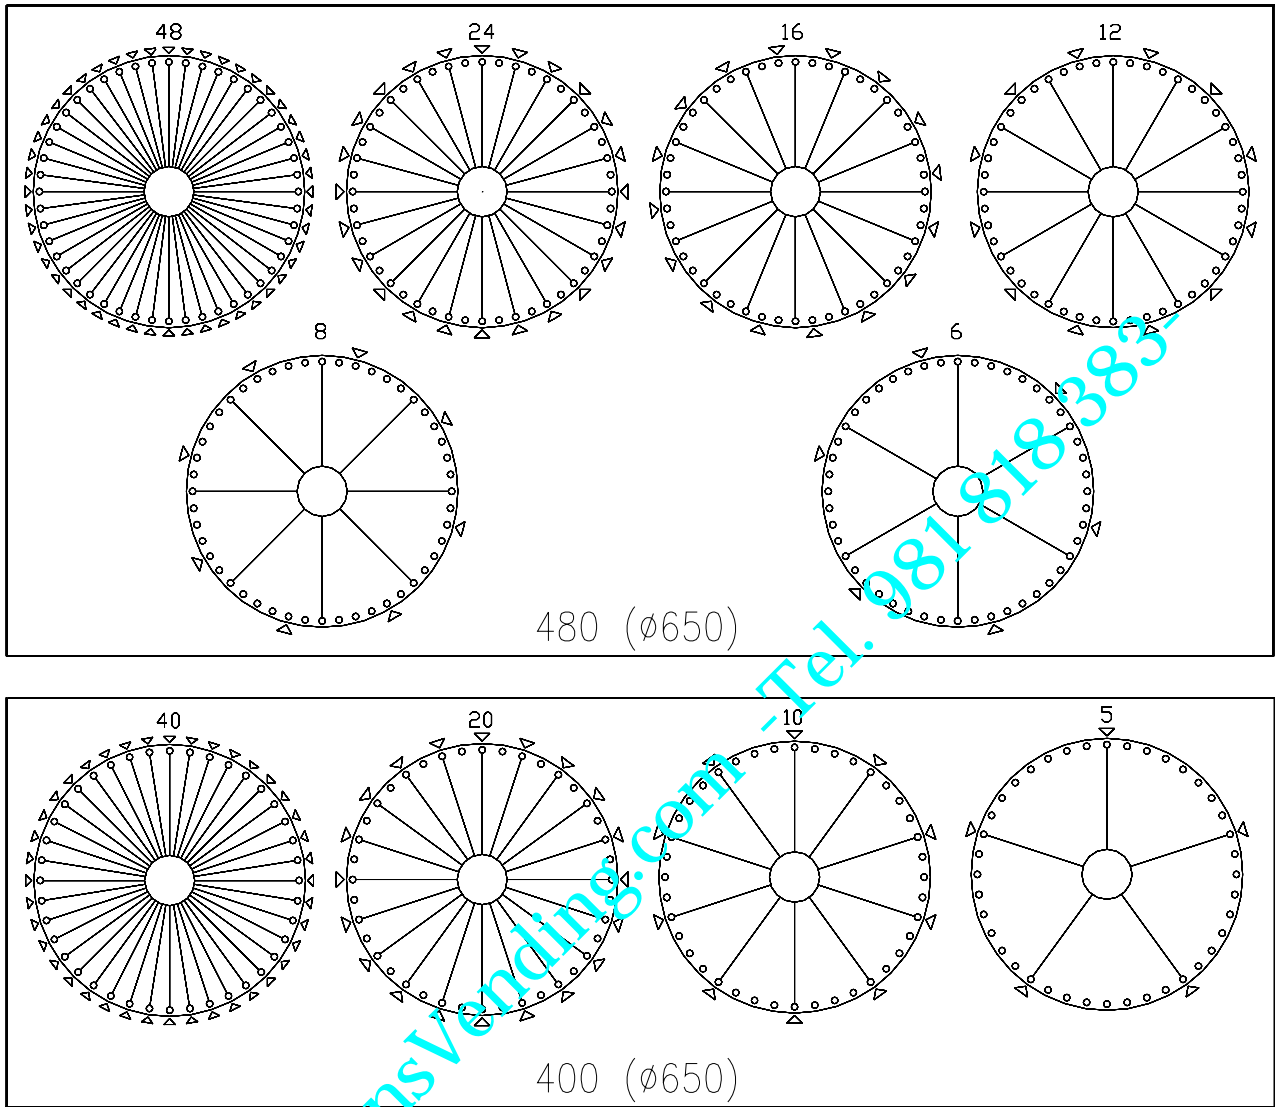

FIG. 7
<p>Los discos de selección suministrados en el distribuidor, tienen los compartimientos preajustables como se muestra en FIG. 6 - FIG. 7. Tal vez sea necesario cambiar las dimensiones de los compartimientos para alojar diferentes tipos de productos. Se puede variar el número de los compartimientos, quitando o agregando los tabiques divisorios. El número de los espacios por cada disco podrá ser de: 6,8,12,16,24,48 - 5,10,20,40. Cuando se modifica el número de los espacios, es necesario desplazar también las planchas corredizas ubicadas sobre la plantilla cubre-discos FIG. 5. Es necesario, además, agregar o quitar las tapitas que bloquean los pistoncitos, de acuerdo al ancho del compartimiento. A continuación se describen los dos procedimientos posibles para sustituir los tabiques.</p>
- 8) Poner los tapitas en todos los orificios que se deben cerrar, como se muestra en la FIG. 7.